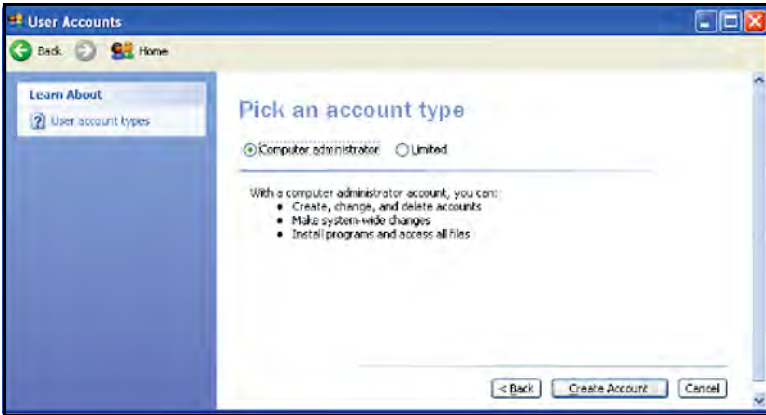

Figura 111: Tipo de cuenta
4. Seleccione un tipo de cuenta (ver *Figura 111* a continuación) y haga clic en Crear cuenta.